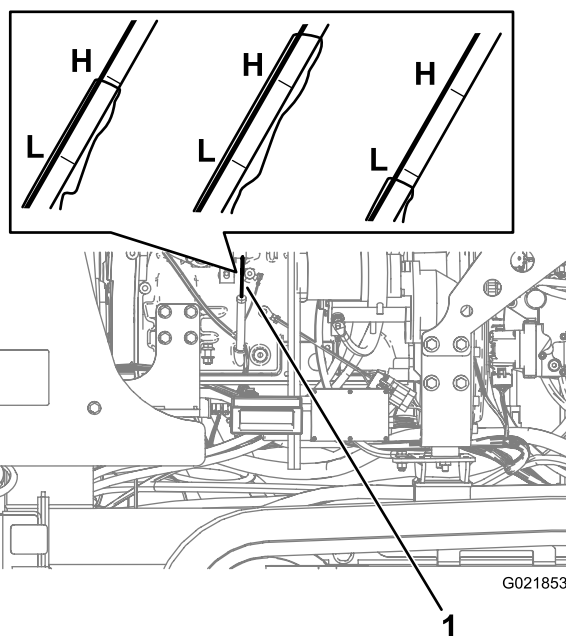

Figura 120
3. Retire la varilla (Figura 120) y límpiela con un trapo.